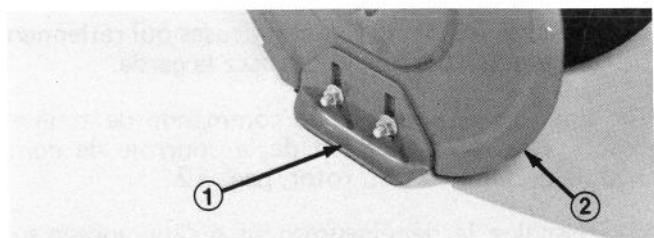

Figure 22
1. Disposez la déneigeuse sur une surface plane et de niveau. Desserrez ensuite les quatre écrous à collarette (Fig. 22) fixant les deux patins aux plaques latérales du logement de tarière. Les patins doivent pouvoir coulisser vers le haut et vers le bas.
3. Desserrez les quatre écrous à collarette (Fig. 22) retenant les patins aux plaques latérales du logement de tarière. Descendez ensuite les patins pour que la tarière soit aussi loin que possible de la surface plane et de niveau, puis resserrez les écrous à collarette.